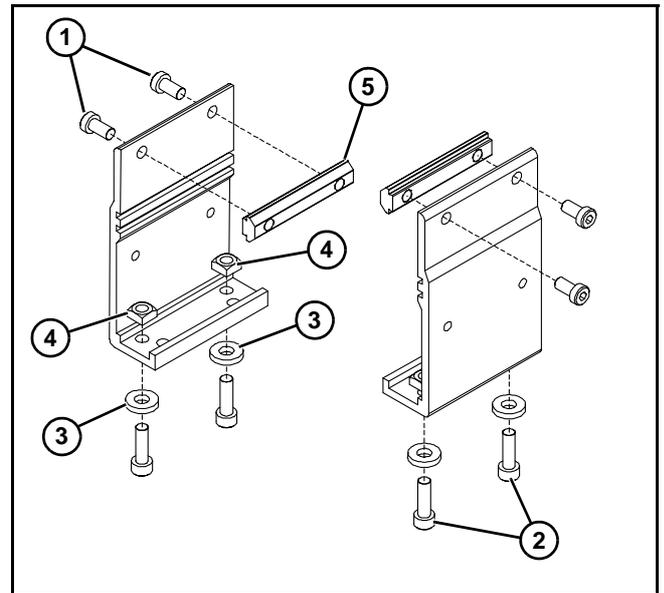

**Figura 9**
- Con la ayuda de una llave hexagonal de 5 mm, gire el engranaje piñón (**Figura 9, artículo 1**) para tensar la banda del transportador. Apriete los tornillos de sujeción (**Figura 9, artículo 2**) en ambos lados del transportador a 9 Nm. Para conocer cuáles son los valores de tensión adecuados, consulte “Tensar la Banda del Transportador” en la página 21.